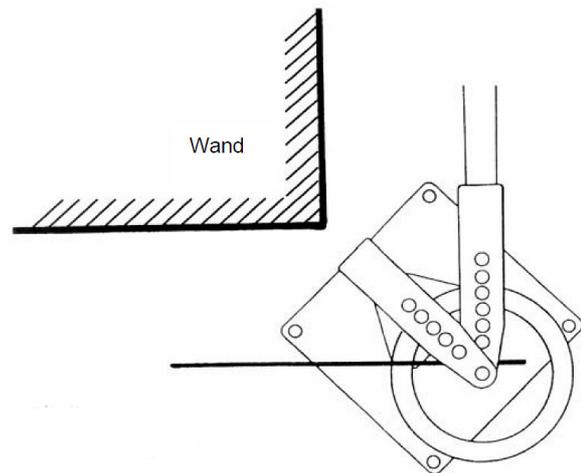

Abb. 3: Aufstellbeispiel
- Achten Sie darauf, dass Sie genügend Platz um die Maschine herum haben (siehe Abb. 3).